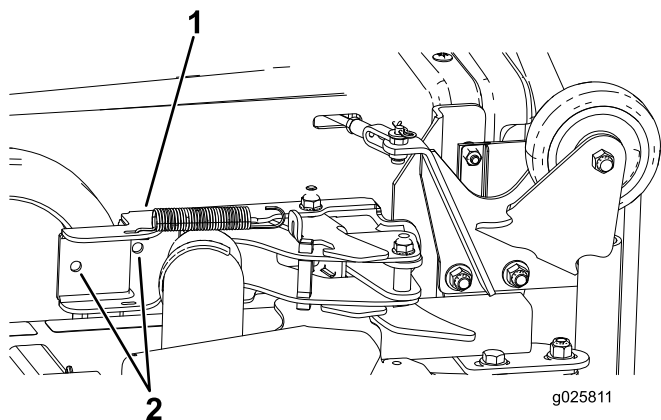

Figure 9
18. Localisez et percez deux trous de 8,4 mm (11/32 po) de diamètre dans la trémie pour la barrette de retenue de la trémie (Figure 9).